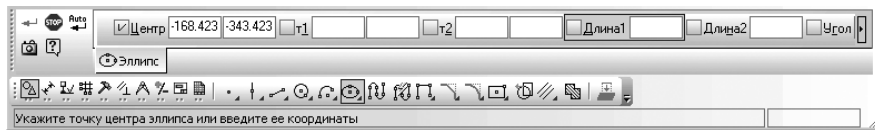

Рис. 4.138. Панель свойств: Эллипс, Компактная панель и Строка сообщений
- щелкните в **Компактной панели** по кнопке переключателю – **Геометрия**, а затем в появившейся панели инструментов по кнопке – **Эллипс**. Появится **Панель свойств: Эллипс** (рис. 4.138). В строке сообщений в нижней части экрана появится сообщение: **Укажите точку центра эллипса или введите ее координаты**;